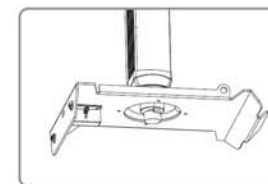

Figure 4
1. De houder bestaat uit de een bovenste projectorplaat (7) en bodem plaat (8).
3. Druk op de veiligheidssluiting (9) om de onderste plaat los te maken (Fig. 3 & Fig. 4)
4. Verbind de bovenste projector plaat (7) met het vooraf geïnstalleerde kogelgewricht (5) (zoals te zien in Fig. 3 ) met de buis. Voor de montage gebruikt u het balhoofd (5b) en de passende schroef (6), te zien in Fig.4